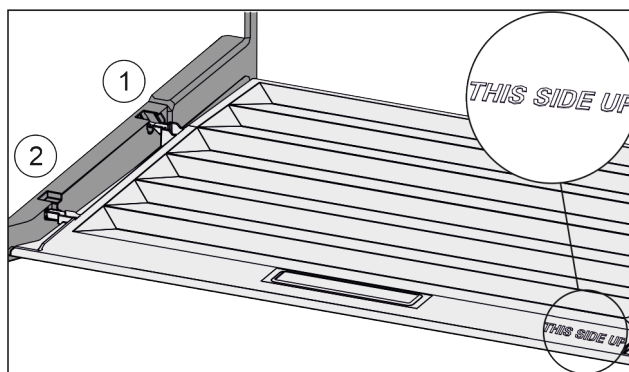

Fig. 138
- ▶ Ramiona pokrywy wprowadzić ponad otworem tylnego uchwyty Fig. 138 (1) i zająć z przodu w uchwycie Fig. 138 (2).